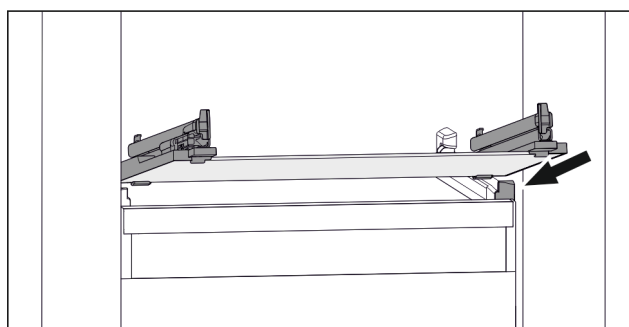

Fig. 79 Simbolična slika steklene plošče
- ▶ Stakleno ploščo postavite v poševnem položaju za zaustavjalniki. (glejte Fig. 79)